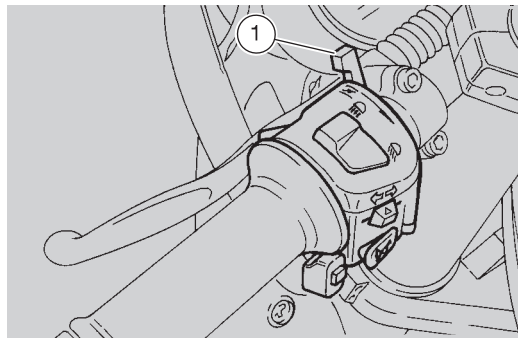

Fig. 24
Se l'avviamento avviene a motore freddo, ruotare verso il basso la leva "N" (1-Fig. 24).
- scaldare il motore finché gira normalmente con la leva per l'avviamento a motore freddo "↘" (1-Fig. 24) ruotata completamente verso l'alto.
Non partire mai con il motore freddo. Non utilizzare la leva per l'avviamento a motore freddo "↘" (1-Fig. 24) nell'avviamento a motore caldo.
- ruotare completamente la leva per l'avviamento a motore freddo "↘" (1-Fig. 24) verso l'alto;